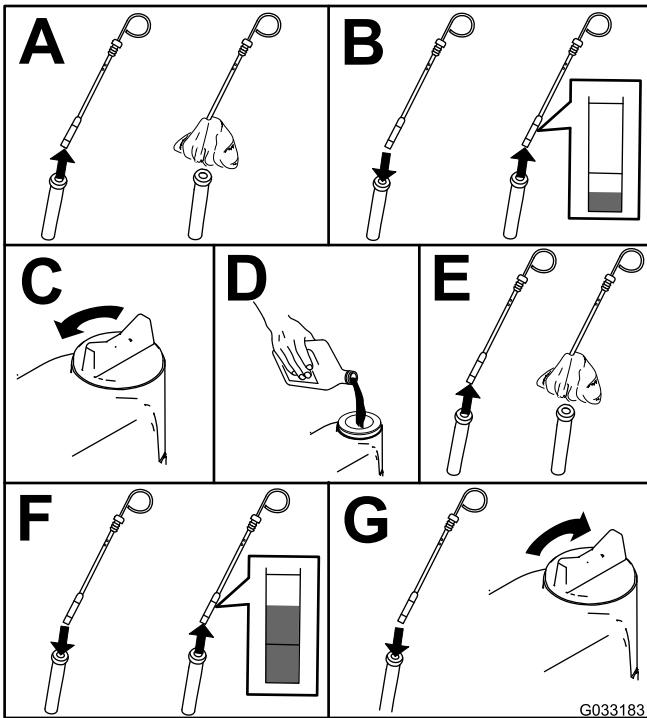

Рисунок 50
- Проверьте уровень масла в двигателе (Рисунок 50).